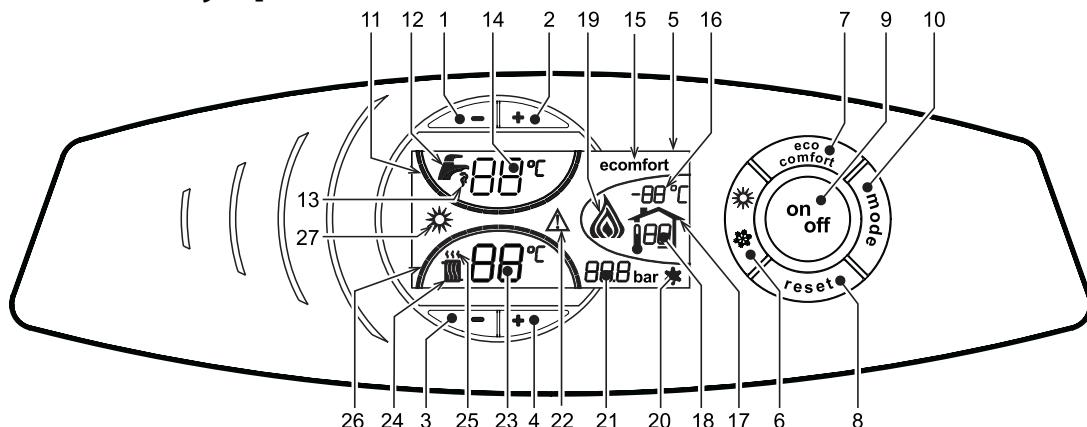

рис. 1 - Панель управления
О поступлении команды на включение отопления (от комнатного термостата или от пульта ДУ) предупреждает мигание индикатора теплого воздуха, над радиатором (поз. 25 - рис. 1).
Индексные метки с подсветкой системы отопления (поз. 26 - рис. 1) зажигаются по мере приближения измеряемой датчиком температуры к заданному значению.
О поступлении команды включения котла на нагрев бойлера, генерируемой при остывании воды в бойлере, предупреждает мигание соответствующего индикатора (поз. 13 - рис. 1). Убедитесь, что функция Comfort включена (поз.15 - рис. 1)
Индексные метки с подсветкой системы ГВС (поз. 11 - рис. 1) зажигаются по мере приближения измеряемой датчиком температуры к заданному значению.
При включенном системе нагрева воды в бойлере (заводская установка) на дисплее отображается символ режима COMFORT (поз. 15 - рис. 1); наоборот, если система нагрева выключена, на дисплее высвечивается символ режима ECO (поз. 15 - рис. 1)
Бойлер может быть выключен пользователем (режим ECO) путем нажатия кнопки (поз. 7 - рис. 1).
Для включения режима COMFORT снова нажмите клавишу (поз. 7 - рис. 1).
Нажмите клавишу (поз. 9 - рис. 1) в течение 1 секунды.
Для повторного включения котла вновь нажмите клавишу (поз. 9 рис. 1) в течение 1 секунды.
- Нажмите кнопку ВКЛ/ВЫКЛ (поз.9 - рис. 1)
Нажмите клавишу (поз. 6 - рис. 1) в течение 1 секунды.
На дисплее высвечивается символ «Лето» (поз. 27 - рис. 1). При этом котел будет работать только на контур ГВС. Система защиты от замерзания остается активной.
Для переключения в режим «Зима» вновь нажмите клавишу (дет. 6 - рис. 1) в течение 1 секунды.
Температура в системе отопления регулируется в пределах от 30 °C до 90 °C с помощью клавиш (поз. 3 и 4 рис. 1); однако, не рекомендуется эксплуатировать котел при температуре ниже 45 °C.
Температура воды в бойлере ГВС регулируется в пределах от 10°C до 65°C с помощью клавиш (поз. 1 и 2 - рис. 1).